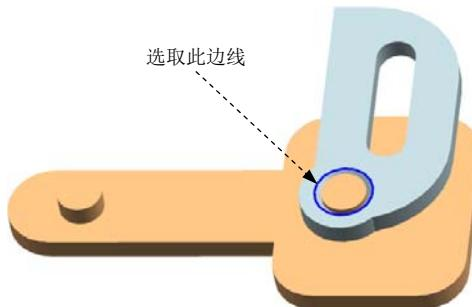

图 9.1.2 定义连杆 2 中的旋转副
Step7. 定义连杆 2 中的旋转副。选择下拉菜单 **插入(S)** →  运动副(D)... 命令，系统弹出“运动副”对话框；在“运动副”对话框 **定义** 选项卡的 **类型** 下拉列表中选择  旋转副 选项；在模型中选取图 9.1.2 所示的圆弧边线为参考，系统自动选择连杆、原点及矢量方向；单击 **确定** 按钮，完成旋转副的创建。